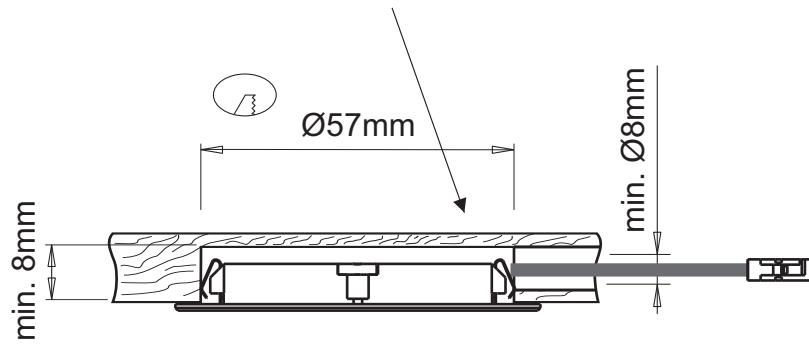

Fig 1
- To flush mount the device, bore a  $\varnothing 57\text{mm}$  hole  $\geq 8\text{mm}$  deep on the installation surface and then, if necessary, bore a  $\varnothing \geq 8\text{mm}$  exit hole for the power supply cable as illustrated in figure 1.
- Für den Einbau der Leuchte eine Bohrung mit  $\varnothing 57$  mm und einer Tiefe von  $\geq 8$  mm auf der Montagefläche ausführen und ggf. für den Austritt des Netzkabels eine Bohrung mit  $\varnothing \geq 8$  mm ausbilden (Abb. 1).
- Pour l'encastrement de l'appareil, pratiquer un trou de  $\varnothing \geq 57\text{mm}$  et d'une profondeur  $\geq 8\text{mm}$  sur le plan de montage et, si besoin, pratiquer pour la sortie du câble d'alimentation un trou de  $\varnothing \geq 8\text{mm}$  comme indiqué sur la figure 1.